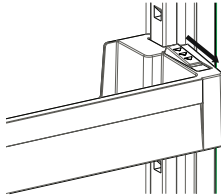

Abb.1
**Zum Ändern der Position von Adapti-Lift** müssen Sie die Unterseite der Ablage halten und die Knöpfe an der rechten Seite der Türablage in Pfeilrichtung ziehen (Abb. 1).